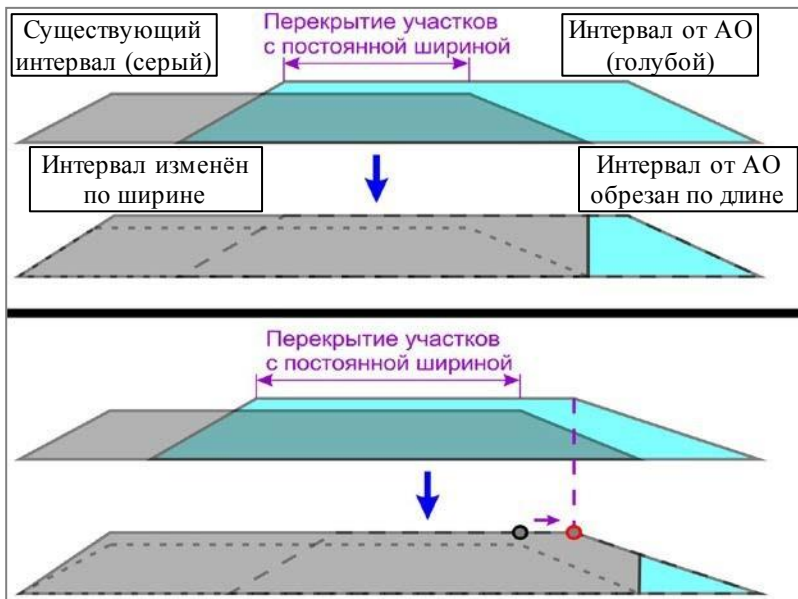

Рис. 27.9
Ниже показано несколько возможных вариантов модификации существующих интервалов ПСП и добавления новых интервалов от АО (рис. 27.9 и 2.10).
- изменение ширины исходного интервала на участках перекрытия новым интервалом от АО с постоянной шириной (рис. 27.9).